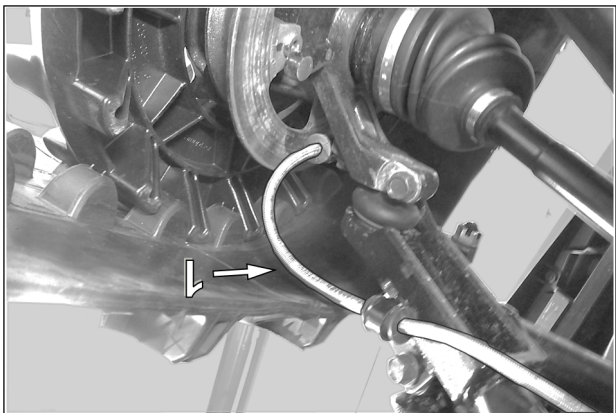

Fig. 21
**ATTENTION:** Valider le cheminement du boyau de frein avant (1). Modifier l'angle ou attacher le boyau pour éliminer le risque d'interférence. Fig. 21